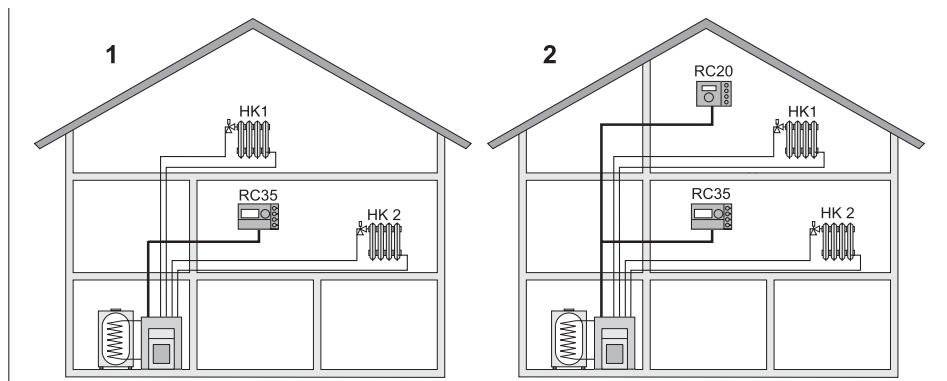

Fig. 2 Possibilités pour une installation de chauffage avec deux circuits de chauffage
- En tant que régulateur unique sur une installation de chauffage avec deux ou plusieurs circuits de chauffage¹ (figure 2, **1**).
- En liaison avec une commande à distance (par ex. RC20/RC20RF, figure 2, **2**). Dans ce cas, il s'agit toujours de deux circuits de chauffage séparés. Les commandes à distance ne peuvent pas être utilisées avec UBA1.x.